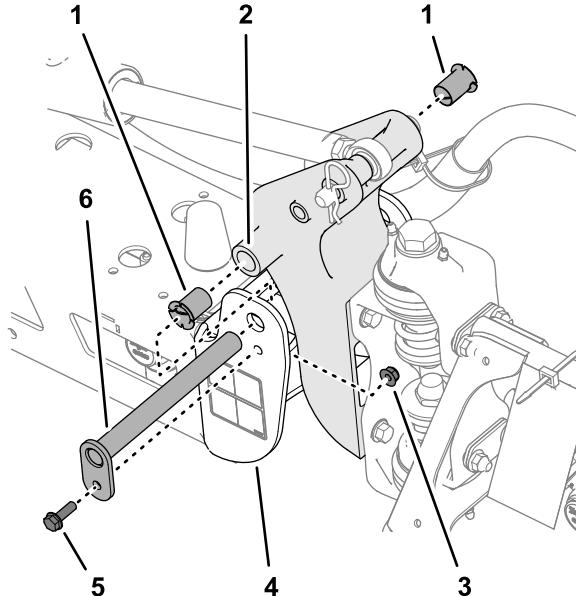

Figura 151
3. Retire el perno y la tuerca que sujetan el pasador de giro y retire el pasador (Figura 151).
5. Retire los casquillos de nailon desde delante y desde detrás del soporte de giro e inspecciónelos (Figura 151).
6. Lubrique los casquillos de nylon con una pequeña cantidad de aceite, e instale los casquillos en el soporte del giro (Figura 151).
7. Alinee los taladros del soporte de giro con los los taladros del canal final (Figura 151).